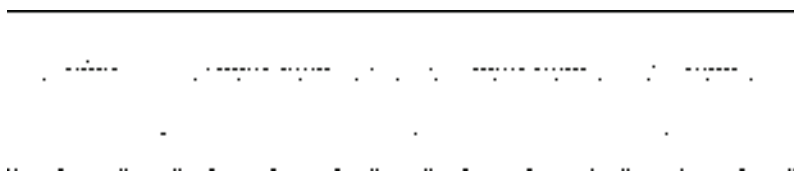

图 14-29 绘制结果
5) 根据命令行的提示，输入 A，调整坡道图形的角度；输入 T，点取坡道图形的右下角点为新的插入点，插入坡道图形，结果如图 14-29 所示。